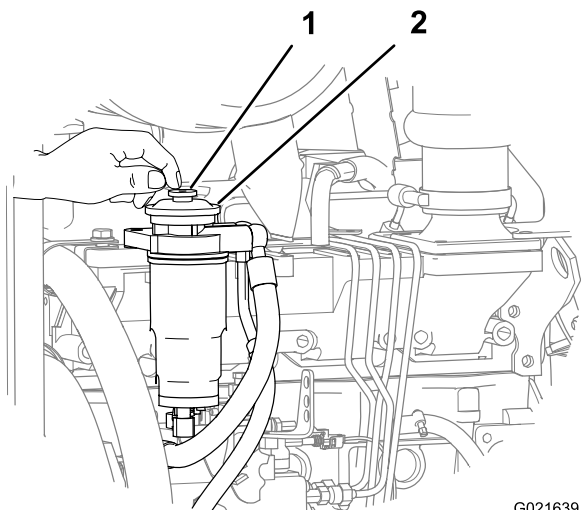

Figura 57
4. Localize o botão de escorva na parte superior do adaptador do filtro de combustível secundário (Figura 57).
5. Pressione e libere o botão de escorva repetidamente até sentir resistência (Figura 57).